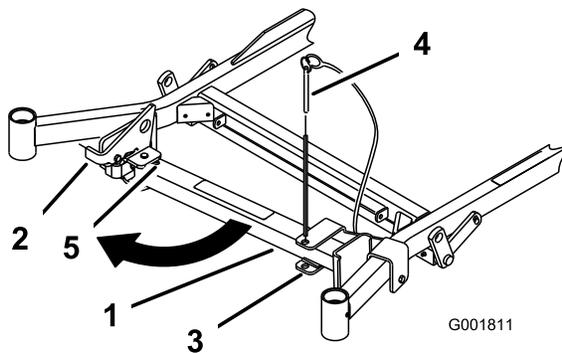
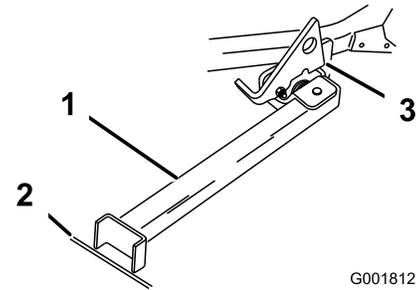

Figura 34
Figura 35
2. Togliete il perno dalla staffa (Figura 34).
3. Alzate il dispositivo di chiusura. Portate il piede del supporto sul davanti e spostate il supporto verso la macchina, nell'intaglio inferiore (Figura 34 e Figura 35).
6. Mettete a terra il piede del supporto ed appoggiate il dispositivo di chiusura sull'ala orientabile (Figura 35).
**Nota:** Per ottenere risultati ottimali, appoggiate il piede del supporto nelle fessure del marciapiede o nel tappeto erboso (Figura 35).
8. Guidate sul supporto. Fermatevi quando il dispositivo di chiusura cade sull'ala e si chiude (Figura 35). Una volta sul supporto, innestate il freno di stazionamento e spegnete il motore.
7. Riportate il supporto in posizione di riposo (Figura 34).